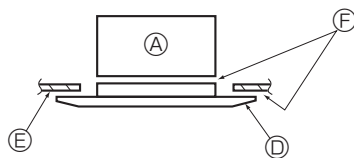

Fig. 5-8
- * Assurez-vous qu'il n'y a pas d'espace entre l'appareil principal et la grille, et entre la grille et le plafond. (Fig. 5-8)